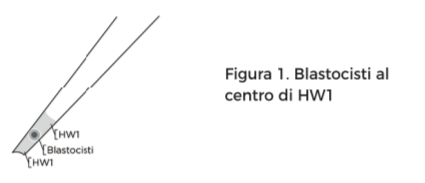
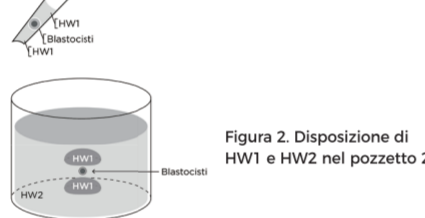

Figura 1. Blastocisti al centro di HW1
Figura 2. Disposizione di HW1 e HW2 nel pozzetto 2
- Pipettare 20 µL del terreno HW1 contenente le blastocisti scongelate. Le blastocisti devono trovarsi al centro dell'HW1 (vedere Figura 1). Espellere le blastocisti nel pozzetto 2 contenente HW2. Le blastocisti e l'HW1 dovrebbero essere disposte a sandwich (vedere la Figura 2).